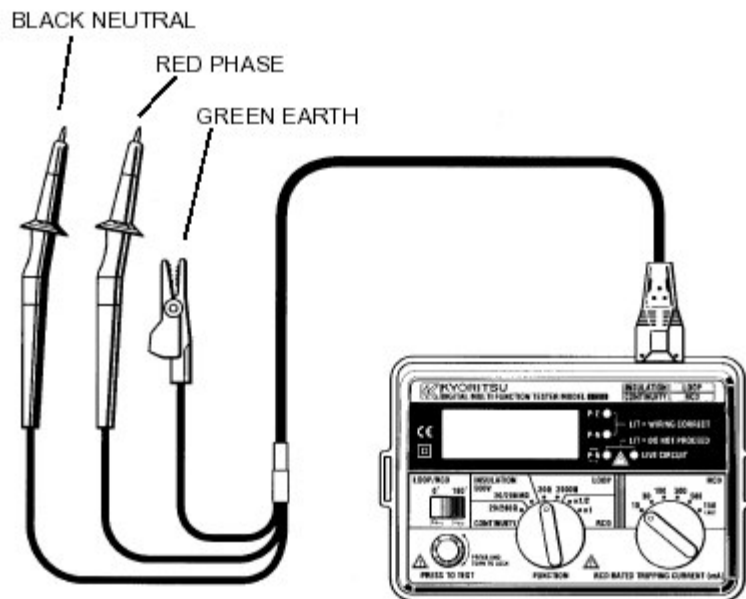

Fig 10
- (4) Controleer of de diodes voor bedradingscontrole oplichten (zie hiervoor).
- (5) Noteer de netspanning die op het toestel is aangeduid.
- (6) Druk op de testknop. De waarde van de gemeten lusimpedantie wordt weergegeven met de respectieve eenheden.
- (7) Bij het testen van verlichting of andere circuits, het drieadrig snoer OMA DIEC met model 6010A verbinden, het rode snoer (fase) met de faseaansluiting van het te testen circuit verbinden, het zwarte meetsnoer (nulgeleider) met de neutraalaansluiting van het te testen toestel verbinden en het aardings snoer met de aarde van het circuit verbinden (fig. 10).
- (8) Als er gelijk welke verliesstroomschakelaar in het circuit afschakelt, schakel hem dan opnieuw in en herhaal de test, maar druk eerst éénmaal op de faseselectietoets alvorens de testknop in te drukken. Hierdoor verandert de periode van de golfvorm waarop het toestel de test uitvoert, hetgeen soms als gevolg heeft dat de verliesstroomschakelaar niet afschakelt. Schakelt deze toch af, vervang hem dan tijdelijk door een geschikte zekering
- (1) Druk éénmaal op de testknop; het toestel wordt aangeschakeld.
- (2) Stel de rechterdraaischakelaar (RCD rated tripping current) in op de nominale afschakelstroom van de te testen verliesstroomschakelaar.
- (3) Plaats de functieschakelaar op $\times \frac{1}{2}$ voor de "no trip" test (niet afschakelen) om er zeker van te zijn dat de verliesstroomschakelaar binnen de specificaties werkt en dat hij niet te gevoelig is afgesteld.
- (4) Stel de "LOOP/RCD" schakelaar in op 0°.
- (5) Verbind het toestel met de te testen verliesstroomschakelaar, hetzij via een geschikt stopcontact (fig. 9), hetzij via de OMA DIEC meetsnoeren (fig. 10).
- (6) Controleer of de diodes voor correcte bedrading P-E en P-N oplichten en dat de diode voor foutieve aansluiting  gedoofd is. Is dit niet het geval, ontkoppel dan de tester en controleer of er geen fout is in de bedrading.
- (7) Lichten de diodes op zoals het moet, druk dan op de testknop om de helft van de nominale afschakelstroom gedurende 2000 ms aan te leggen ingeval de verliesstroomschakelaar niet mag afschakelen. De diodes PN en PE moeten opgelicht blijven om aan te duiden dat de verliesstroomschakelaar niet afgeschakeld is.
- (8) Herhaal de test met de "LOOP/RCD" schakelaar op 180°.
- (9) Ingeval de verliesstroomschakelaar afschakelt, wordt de afschakeltijd weergegeven; het is echter mogelijk dat de verliesstroomschakelaar defect is.
- (10) Plaats de functieschakelaar op $\times 1$ voor de "trip" test (afschakelen) waarbij de tijd wordt gemeten die de verliesstroomschakelaar nodig heeft om af te schakelen bij een voorafgergelde reststroom.
- (11) Plaats de "LOOP/RCD" schakelaar op 0°.
- (12) Controleer of de diodes P-E en P-N oplichten, zo niet de tester loskoppelen en de bedrading nakijken.
- (13) Als de diodes wel oplichten, op de testknop drukken om de volledige afschakelstroom aan te leggen; de verliesstroomschakelaar moet afschakelen en de afschakeltijd wordt op het display weergegeven. Indien de verliesstroomschakelaar afgeschakeld is moeten de diodes PN en PE gedoofd zijn. Controleer of dit het geval is.
- (14) Herhaal de test met de "LOOP/RCD" op 180°.
- (15) RAAK GEEN GEAARD METAAL AAN TIJDENS DEZE TESTS.